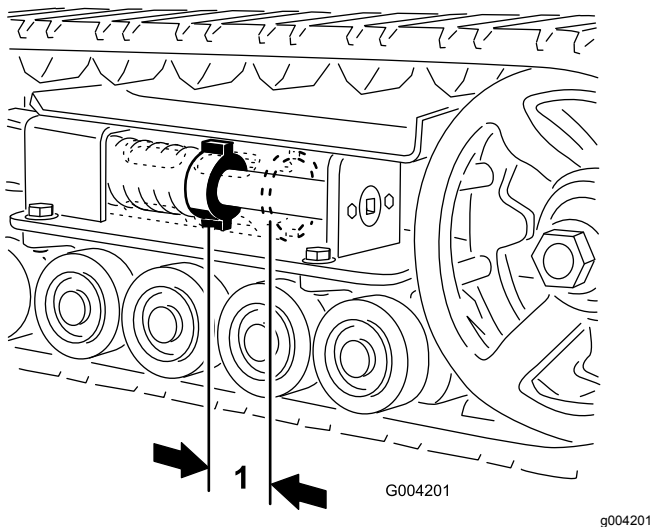

Рисунок 44
Между натяжной гайкой и задней стороной натяжной трубы должен быть зазор 7 см (Рисунок 44). Если это не так, отрегулируйте натяжение гусеницы, используя следующую процедуру:
5. Используя ключ с храповым механизмом на ½ дюйма, поворачивайте натяжной винт против часовой стрелки до тех пор, пока расстояние между натяжной гайкой и задней стороной натяжной трубы (Рисунок 44) не станет равным 7 см.
натяжной трубы (Рисунок 44) не станет равным 7 см.
- Поворачивайте натяжной винт против часовой стрелки до тех пор, пока расстояние между натяжной гайкой и задней стороной натяжной трубы (Рисунок 44) не станет равным 7 см.